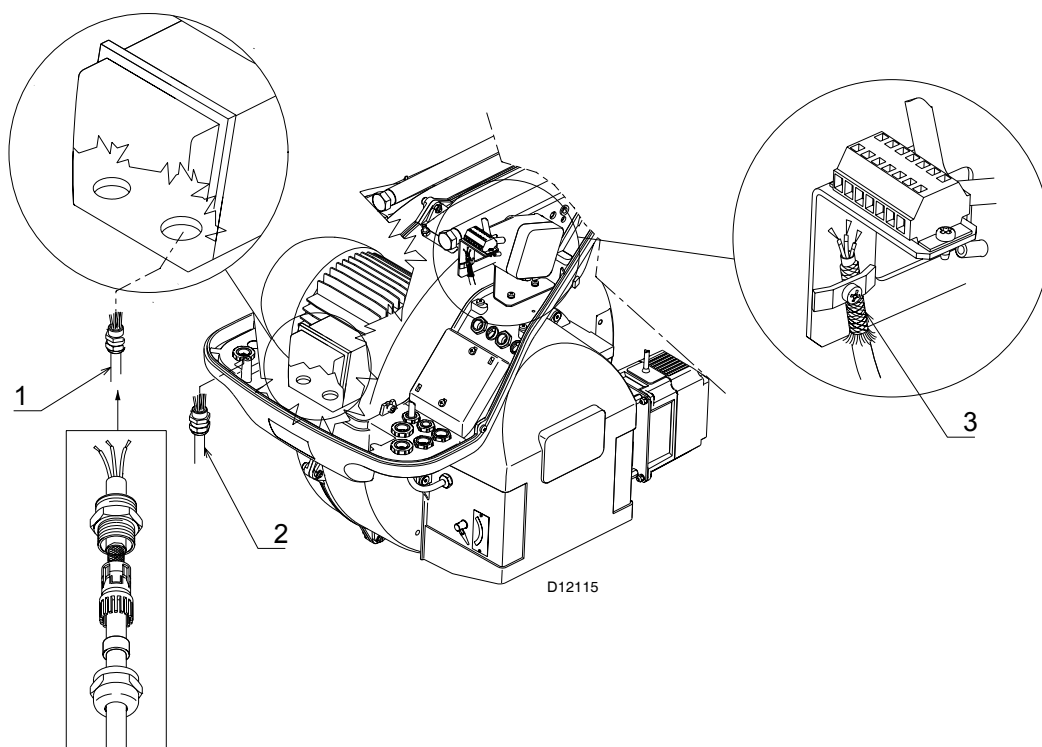

Fig. 23
Es importante proteger el cable motor 1) como se indica en la Fig. 23.
Legenda (Fig. 23)
Realizar la conexión desde el inverter a la leva electrónica REC 37..., como se indica en la Fig. 23 pos. 3.